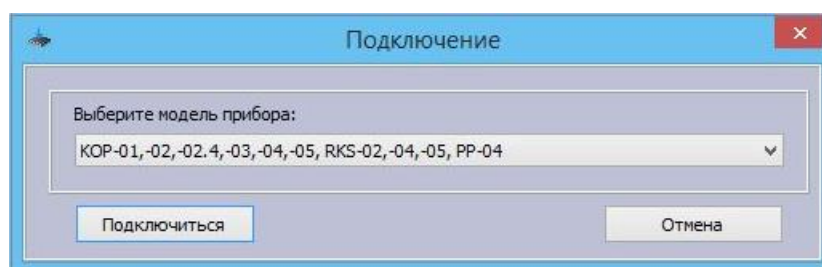

Рисунок 2
1. Подключите КОП к компьютеру с помощью стандартного кабеля mini-USB и запустите программу «Конфигуратор параметров приборов серии Приток-А». В левом верхнем углу окна программы нажмите кнопку «Считать из прибора». В появившемся окне **«Подключение»** выберите из списка «ПРИТОКА-КОП-01, -02, -03, РКС-02, -04, -05» и нажмите **«Подключиться»** (см. рисунок 2). Дождитесь завершения чтения параметров от КОП.